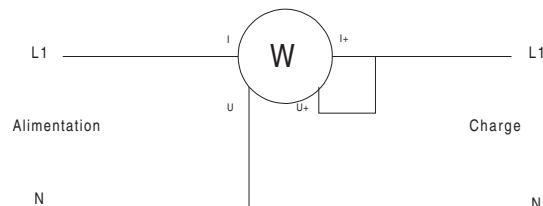
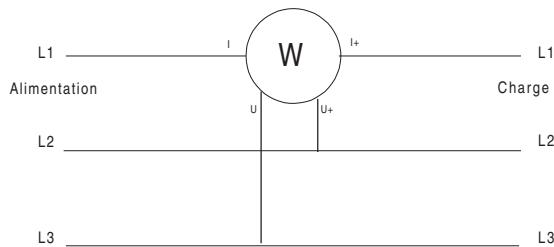

Fig 4.4.1 Schéma de branchement en monophasé
Fig 4.4.2 Schéma de branchement en Triphasé 3 Fils Equilibrés (uniquement PX 120)
Appliquer le schéma de branchement de la Fig.4.4.1 (monophasé) ou Fig.4.4.2 (Trifasé équilibré, T3FE uniquement PX 120), suivant le cas, en s'assurant si possible que celle-ci ne dépasse pas les limites maximales admissibles (voir tableau suivant). La commutation de gamme est automatique.
3. Appliquer le schéma de branchement de la Fig.4.4.1 (monophasé) ou Fig.4.4.2 (Triphasé équilibré, T3FE uniquement PX 120), suivant le cas, en s'assurant si possible que celle-ci ne dépasse pas les limites maximales admissibles (voir tableau suivant). La commutation de gamme est automatique.
3. Appliquer le schéma de branchement de la Fig.4.4.1 ou Fig.4.4.2 (T3FE uniquement PX 120), suivant le cas, en s'assurant si possible que celle-ci ne dépasse pas les limites maximales admissibles (voir tableau suivant). La commutation de gamme est automatique.